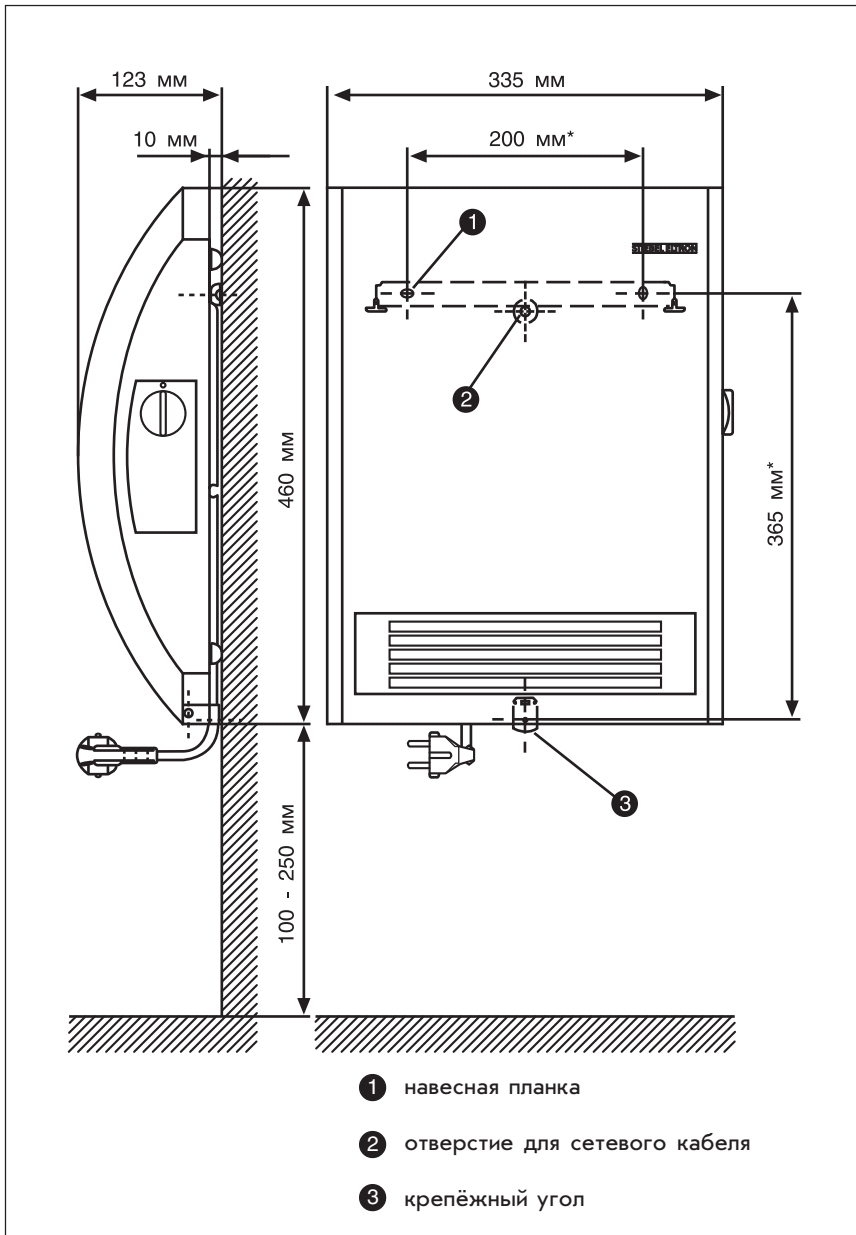

Рис. 8
Для крепления прибора на стене сначала в горизонтальном положении шлицем вверх устанавливается прилагаемая навесная планка ① (с помощью крепёжных винтов, располагаемых на расстоянии 200 мм), см. рис.8. При этом используются подходящие дюбели. С помощью горизонтального и вертикального продольного отверстия в навесной планке в случае необходимости возможно выравнивание планки.